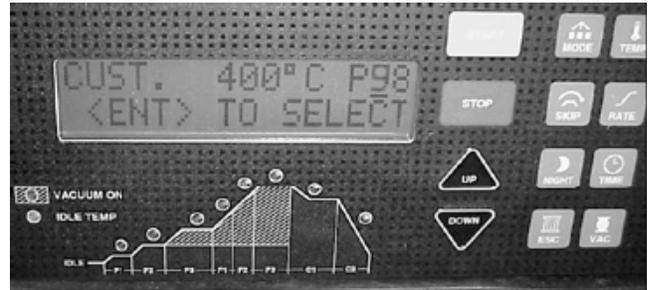

Figura 4B. Entre el número 98, después presione la tecla **ENTER**
3. Pulse el número 98 en el teclado, a continuación, pulse la Tecla **ENTER** (Figura 4B).